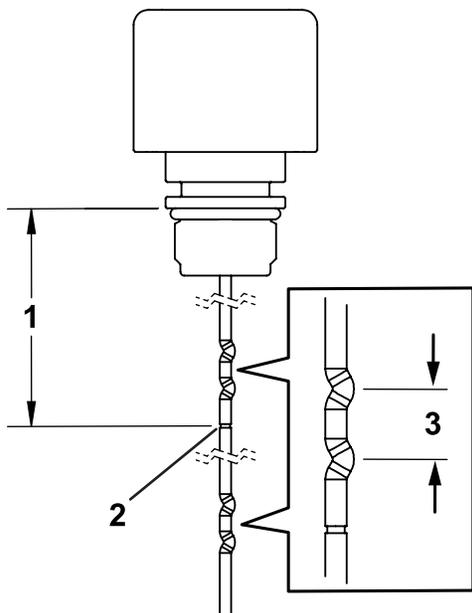

図 11
3. 図 11 に示す位置でディップスティックを切断する。切断面は必要に応じてバリを除去してなめらかにする。
ディップスティックについている適正量マークまで油圧オイルを入れる 図 11を参照。